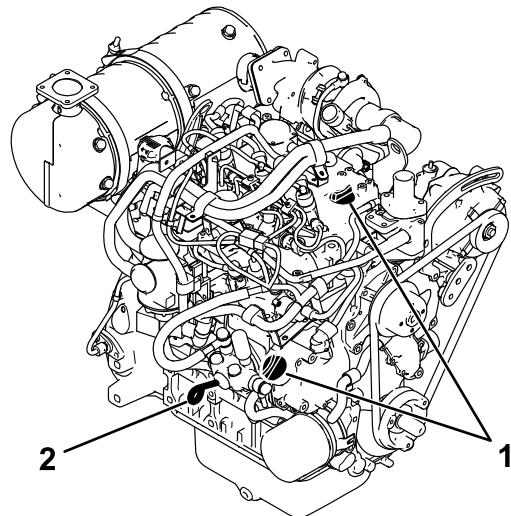

Figura 52
5. Limpie la zona alrededor de la varilla de aceite y el tapón de llenado de aceite (Figura 52).